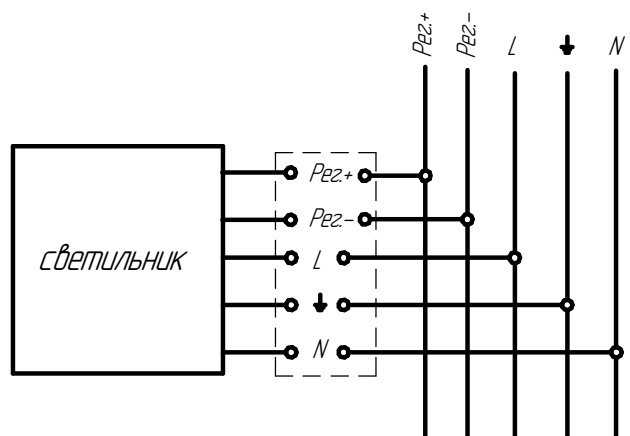

Рисунок 5 - Схема подключения светильника с управлением к сети
5.6 Подключения светильника с функцией управления производить согласно схеме (см. рисунок 5), провода управления подключаются